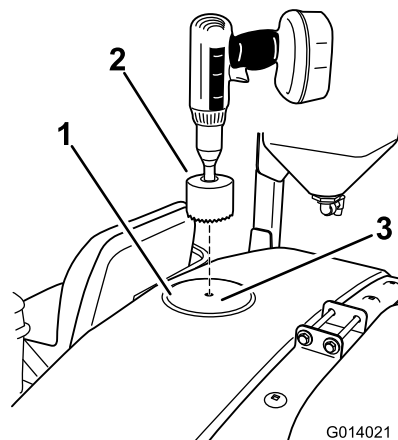

Figure 17
1. Localisez l'emplacement avant sur le haut de la cuve, comme montré à la Figure 17.
2. Utilisez une scie cylindrique de 9 cm pour percer un trou à l'emplacement indiqué par le repère (Figure 17).